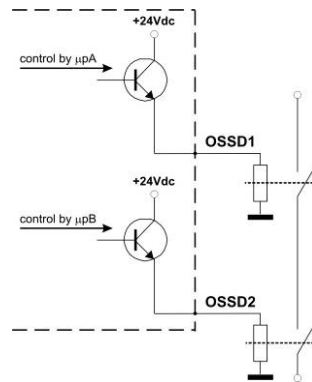

Abb. 22
- Die Sicherheitskontakte OSSD1 und OSSD2 können auf keinen Fall untereinander in Reihe oder parallel geschaltet werden, sondern können jeweils nur einzeln verwendet werden (siehe Abb. 22). Sollte irrtümlich eine dieser Konfigurationen verwendet werden, zeigt der Sicherheitslichtvorhang die Betriebsstörung der Ausgänge an (siehe Kap.7 "Diagnosefunktionen").